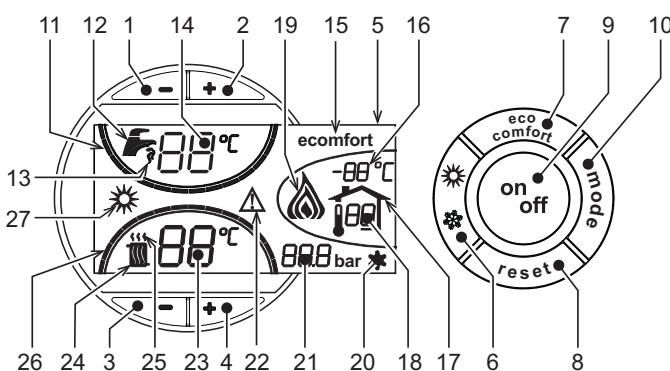
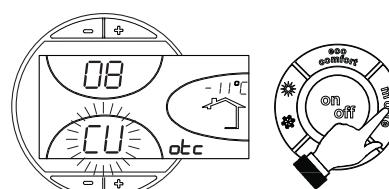
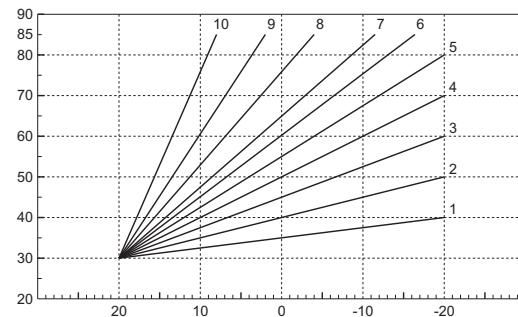

fig. 1 - Panel de control
fig. 11 - Curva de compensación
fig. 13 - Curvas de compensación
La demanda de calefacción (generada por el termostato de ambiente o el reloj programador a distancia) se indica mediante el parpadeo del símbolo de aire caliente arriba del símbolo del radiador (24 y 25 - fig. 1).
Las marcas de graduación de la calefacción (26 - fig. 1) se encienden en secuencia a medida que la temperatura de calefacción va alcanzando el valor programado.
La demanda de agua caliente sanitaria (generada por la apertura de un grifo correspondiente) se indica con el parpadeo del símbolo del agua caliente debajo del grifo (12 y 13 - fig. 1). Comprobar que se encuentre activada la función Comfort (15 - fig. 1).
Las luces de graduación del agua sanitaria (11 - fig. 1), se encienden en secuencia a medida que la temperatura del sensor sanitario va alcanzando el valor programado.
Cuando el acumulador está activado (opción predeterminada), en el display aparece el símbolo de CONFORT (15 - fig. 1); si está desactivado, se visualiza el símbolo ECO (15 - fig. 1).
Para desactivar el calentador y establecer el modo ECO, pulsar la tecla eco/comfort (7 - fig. 1). Para volver al modo CONFORT, pulsar nuevamente la tecla eco/comfort (7 - fig. 1).
Pulsar la tecla **on/off** (9 - fig. 1) 1 segundo.
Para volver a activar la caldera, pulsar nuevamente la tecla **on/off** (9 - fig. 1) 1 segundo.
- Pulsar ON/OFF (9 - fig. 1).
Pulsar la tecla **verano/invierno** (6 - fig. 1) 1 segundo.
En la pantalla se visualiza el símbolo Verano (27 - fig. 1): la caldera sólo suministra agua sanitaria. El sistema antihielo permanece operativo.
Para desactivar la modalidad Verano, pulsar nuevamente la tecla **verano/invierno** (6 - fig. 1) 1 segundo.
Mediante las **teclas** (3 y 4 - fig. 1) se puede regular la temperatura de la calefacción desde un mínimo de 30 °C hasta un máximo de 80 °C.
Mediante las **teclas** (1 y 2 - fig. 1) se puede regular la temperatura del agua sanitaria desde un mínimo de 10 °C hasta un máximo de 65 °C.
Si está instalada la sonda externa (opcional), en la pantalla del panel de mandos (5 - fig. 1) aparece la temperatura instantánea medida por dicha sonda. El sistema de regulación de la caldera funciona con "Temperatura adaptable". En esta modalidad, la temperatura del circuito de calefacción se regula en función de las condiciones climáticas exteriores, con el fin de garantizar mayor confort y ahorro de energía durante todo el año. En particular, cuando aumenta la temperatura exterior disminuye la temperatura de ida a la calefacción, de acuerdo con una curva de compensación determinada.
Durante el funcionamiento con temperatura adaptable, la temperatura programada mediante las teclas de calefacción  (3 y 4 - fig. 1) pasa a ser la temperatura máxima de ida a la instalación. Se aconseja definir el valor máximo para que la instalación pueda regular la temperatura en todo el campo útil de funcionamiento.
Si se pulsa una vez la tecla **mode** (10 - fig. 1), se visualiza la curva actual de compensación (fig. 11), que se puede modificar con las **teclas del agua sanitaria** (1 y 2 - fig. 1). Seleccionar la curva deseada entre 1 y 10 según la característica (fig. 13).